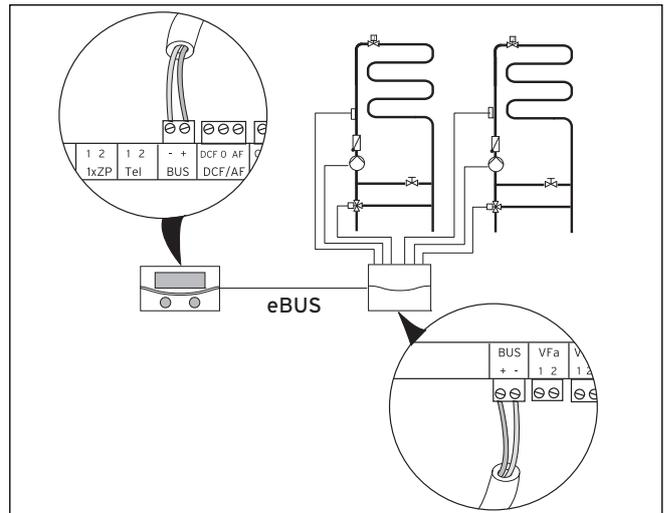

Abb. 7.15 Weitere Mischerkreise mit VR 60 installieren
- Entnehmen Sie den Systemaufbau → **Abb. 7.15**. Beachten Sie die Montageanleitung des Mischermoduls.